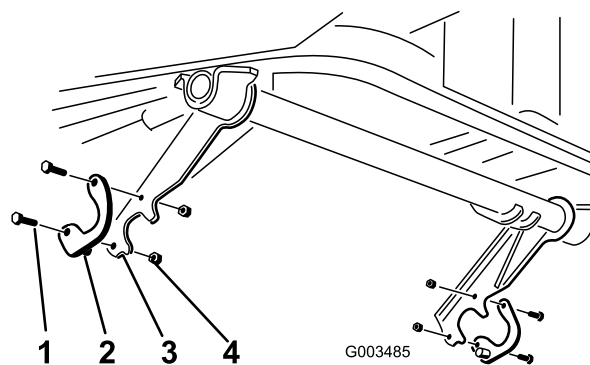

図 9
2. ボルト（(5/16 x 1 インチ)）とロックナット（(5/16 インチ)）を使用して、サドル・アセンブリの後部を、各昇降アームに仮止めする。サドル・スタッドの長い方の端部が内側を向くのが正しい取り付けである（図 9）。
**重要** 図 9 を参照し、サドルの向きを間違えないように取り付けること。